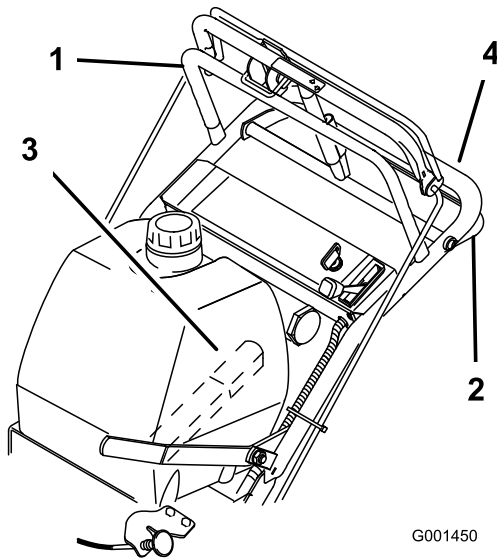
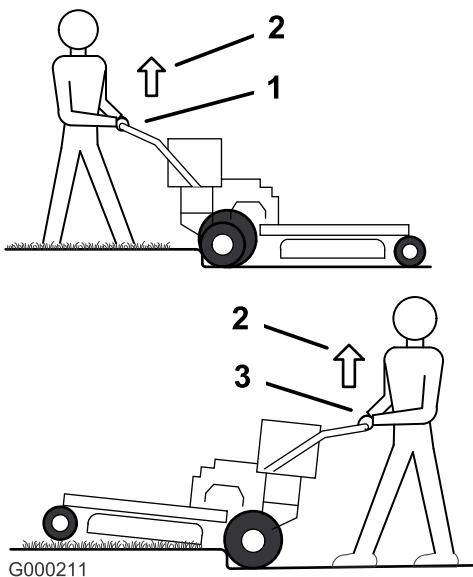
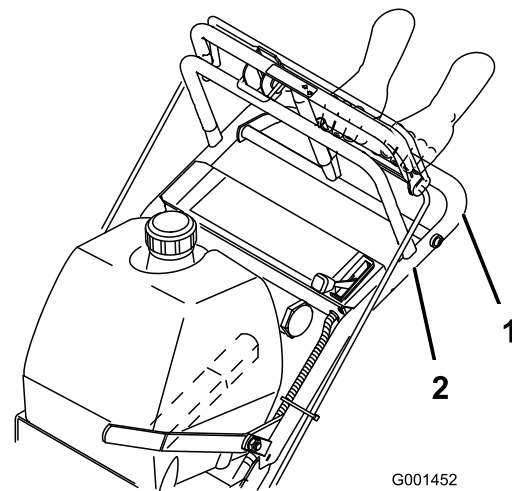

Figura 9
Figura 10
Figura 11
1. Para ir hacia adelante, mueva la palanca de cambio a una marcha hacia adelante (Figura 9).
3. Presione lentamente la barra de control superior para ir hacia adelante (Figura 9).
Para ir en línea recta, aplique la misma presión a ambos extremos de la barra de control superior (Figura 9).
Para girar, libere la barra de control superior en el sentido en que desea girar (Figura 9).
3. Apriete lentamente la barra de control inferior y el manillar para ir hacia atrás (Figura 9).
3. Conduzca la máquina hasta que las ruedas giratorias toquen el bordillo (Figura 10).
4. Levante la parte delantera de la máquina empujando hacia abajo en el manillar (Figura 10).
5. Haga avanzar la máquina hasta que las ruedas de tracción toquen el bordillo (Figura 10).
6. Baje la parte delantera de la máquina (Figura 10).
7. Al mismo tiempo, engrane la barra de control inferior y levante el manillar inferior para conducir la máquina por el bordillo (Figura 9 y Figura 10).
3. Haga retroceder la máquina hasta que las ruedas de tracción toquen el bordillo (Figura 10).
4. Al mismo tiempo, engrane la barra de control inferior y levante el manillar inferior (Figura 9 y Figura 11).